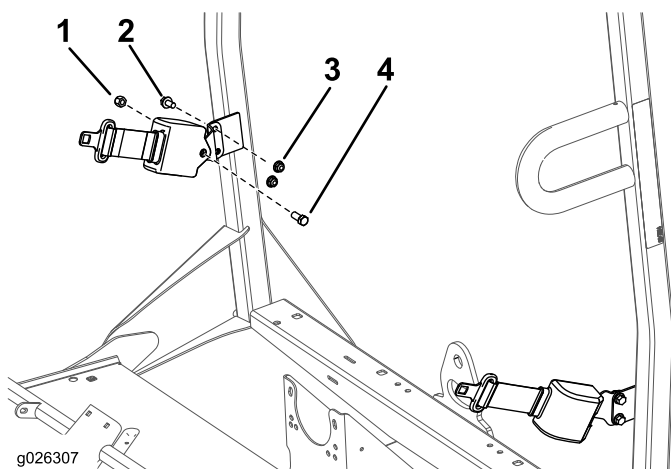

Рисунок 7
1. Установите крепежный кронштейн ремня безопасности на каждую пластину системы защиты оператора при опрокидывании машины с помощью 2 болтов (3/8 дюйма) и 2 гаек (3/8 дюйма) (см. Рисунок 7).
2. Установите вытягивающийся конец каждого ремня безопасности на крепежный кронштейн каждого ремня безопасности с помощью болта (7/16 дюйма) и гайки (7/16 дюйма) (Рисунок 7).